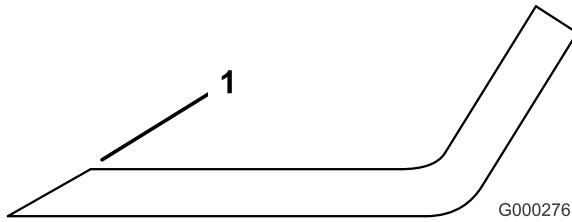

Figura 73
1. Afila el filo de corte en ambos extremos de la cuchilla (Figura 73). Mantenga el ángulo original. La cuchilla permanece equilibrada si se retira la misma cantidad de material de ambos bordes de corte.